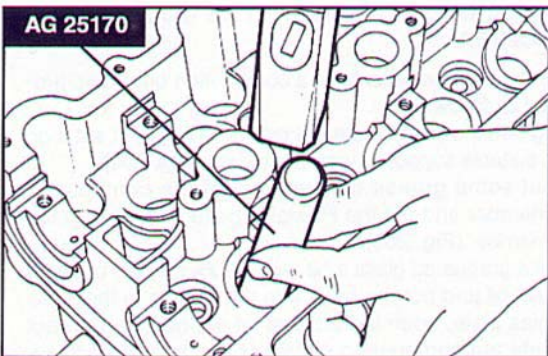

Fig. 209 ▲
- con l'ausilio di un martello inserire i gommini sulle guide valvola (Fig. 209);
- use a hammer to insert the rubber pads in the valve guides (Fig. 209);